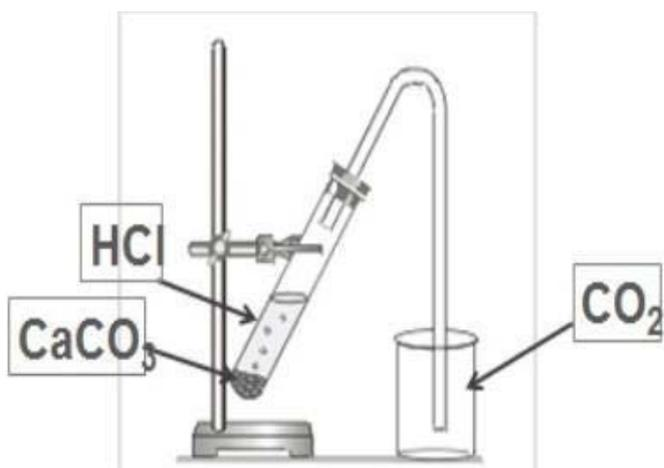

Рис.2. Получение углекислого газа
Приготовьте три пробирки. В одну налейте 2–3 мл дистиллированной воды и добавьте 2–3 капли индикатора универсального; другую – на одну треть заполните гидроксидом кальция $\text{Ca}(\text{OH})_2$; в третью пробирку налейте 3–4 мл раствора H_2SO_4 . В вытяжном шкафу (с помощью преподавателя) из кусочков белого мрамора CaCO_3 и концентрированной соляной кислоты получите углекислый газ CO_2 – оксид углерода (IV) (рис.2).